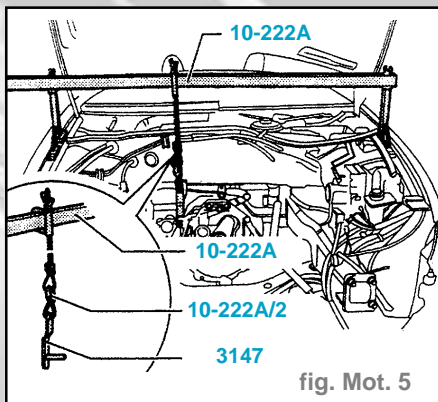

fig. Mot. 5
- Mettre en place le dispositif de maintien 10-222A avec le crochet supplémentaire 10-222A/2 (fig. Mot. 5).